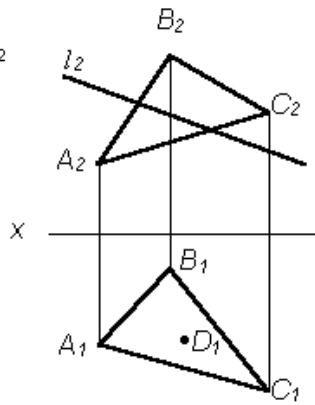

Рис.2.
2. Построить недостающую проекцию  $l(l_1)$  и точки  $D(D_2)$ , принадлежащих плоскости треугольника  $ABC$  (рис. 2):